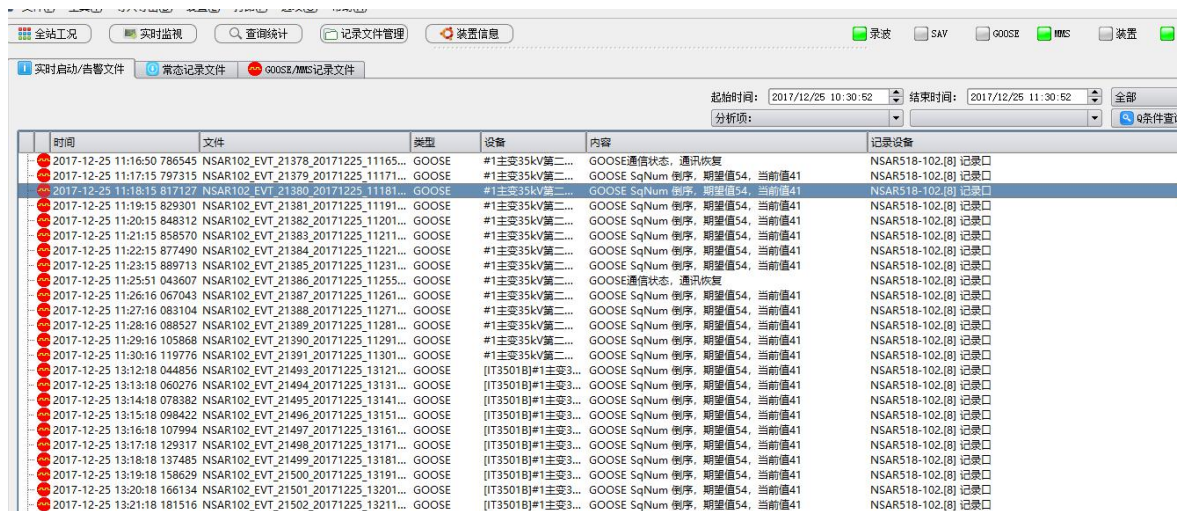

图 3-3-19 记录文件告警
- 在通讯/信号状态监视窗口中选择“记录文件管理”，即可对与当前设备/信号相关的报警进行选择，如图 3-3-19 所示。